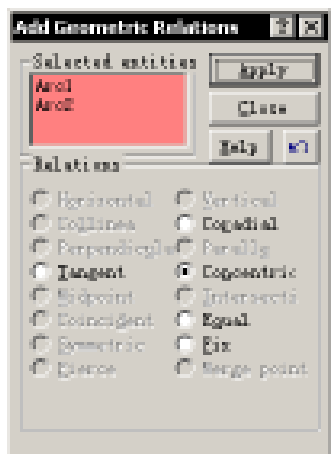

图 2-3 加入限制条件
3. 加入限制条件。单击  或者执行 Tools → Relations → Add 命令加入限制条件，弹出 Add Geometric Relations 对话框，如图 2-3 所示。